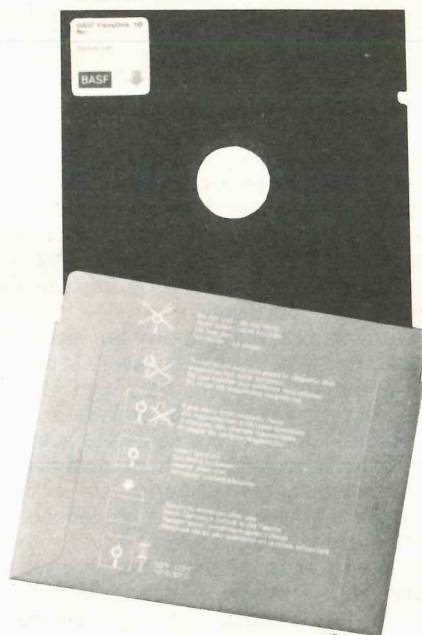

Fig. 14 Inserite il disco nella busta di protezione, con l'asola di lettura posta in basso in modo da proteggerla dalla polvere e dal contatto con le mani.
5) Quando estraete il disco dal drive, riponetelo subito nella sua busta di protezione con la fessura a losanga verso l'interno (vedi fig. 14), non solo ma depositate la busta stessa in uno scaffale a cassetto in cui sia presente poca polvere.